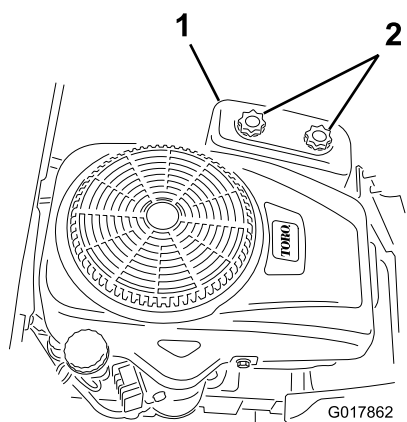

Figura 18
3. Retire la tapa del limpiador de aire desenroscando los 2 pomos (Figura 18).